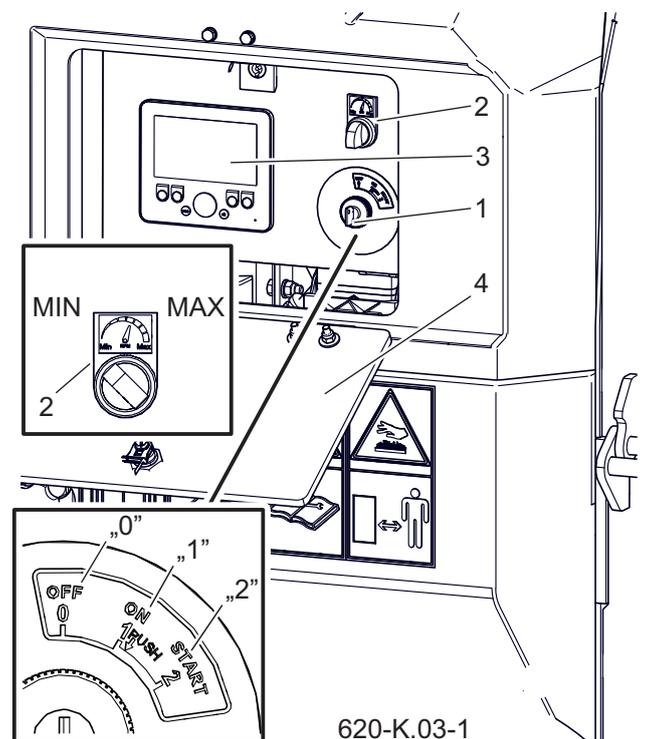

Figure 7.3 Démarrage du moteur
- Ouvrir le capot (4) du panneau de commande (3). Insérer la clé de contact (1) dans le commutateur d'allumage - figure 7.3.
- Tourner la clé (1) sur la position ON